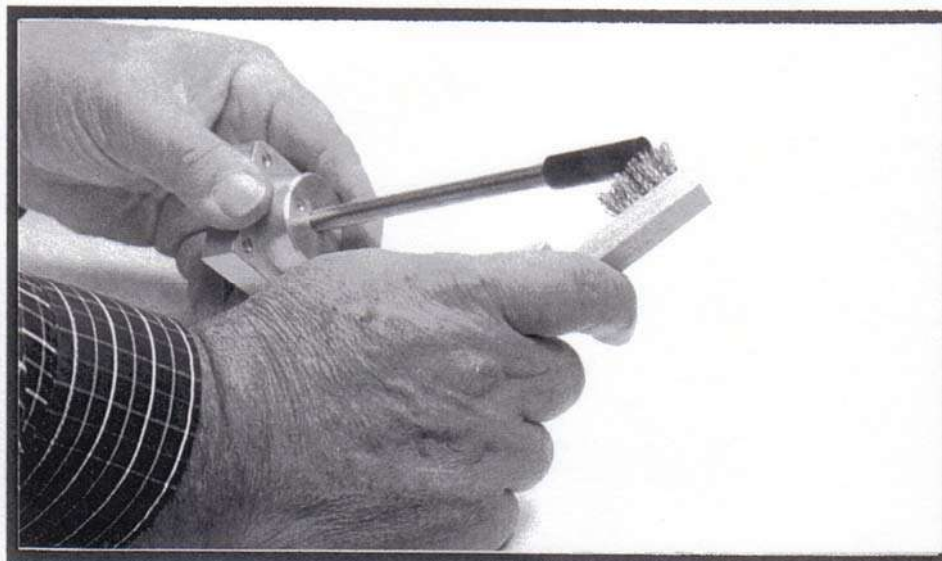
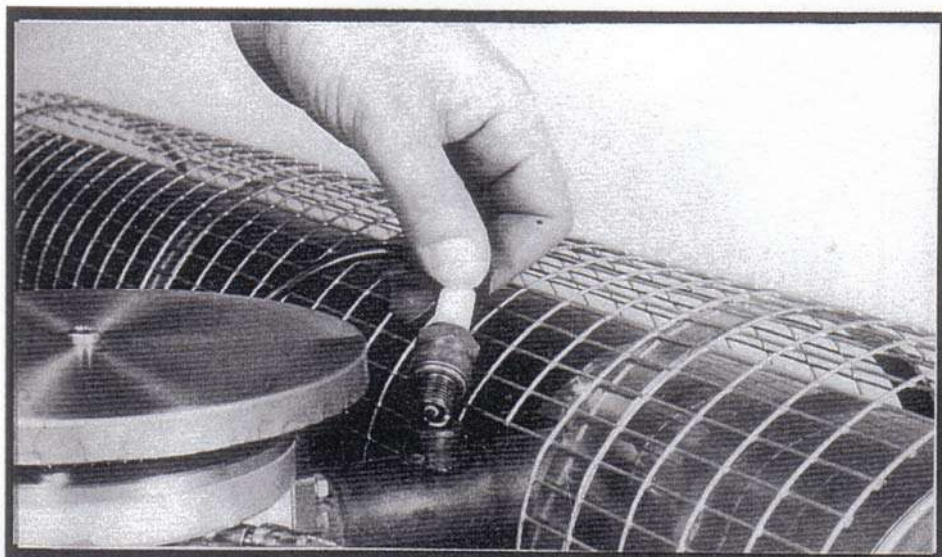

Bild 10
Bild 11
- Закрыта ли крышка бачка (13)?
- Открыт ли топливный кран (18)?
- Проверьте свечу зажигания (103), чистая ли она и равен ли зазор между электродами 1,5 мм? Заземлите свечу и проверьте наличие искры нажатием кнопки стартера (78) (рис. 11=Bild 11).
- Проверьте диафрагмы (60, 61) в воздухозаборном клапане (57).
- Выньте втулку карбюратора (48) и очистите её при необходимости (рис. 10=Bild 10).
- Проверьте поступление топлива: открутите дозирующую иглу (28) и проверьте, одновременно подавая воздух насосом (91), появляется ли топливо в отверстии корпуса (26). Если нет, открутите полый винт с фильтром (17) и проверьте состояние фильтра! Соберите вытекшее топливо! Если установка разогрета, то слишком активная работа воздушным насосом может привести к заливу карбюратора топливом и появлению топлива в камере сгорания. В этом случае закройте топливный кран (18), нажмите кнопку стартера (78) и